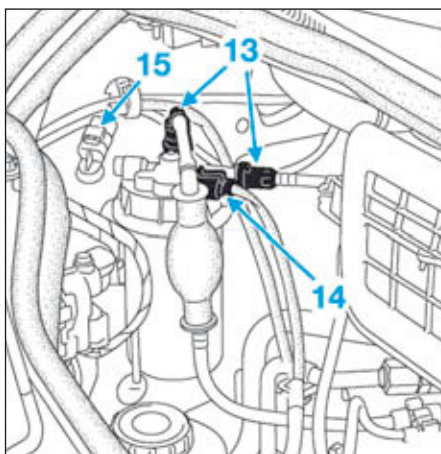

FIG.9
- Débrancher les tuyaux (13) (Fig.9) du boîtier du filtre à carburant.
- Débrancher le connecteur électrique (14) du boîtier du filtre à carburant.
- Dégrafer le connecteur (15) et l'écarter sur le côté.